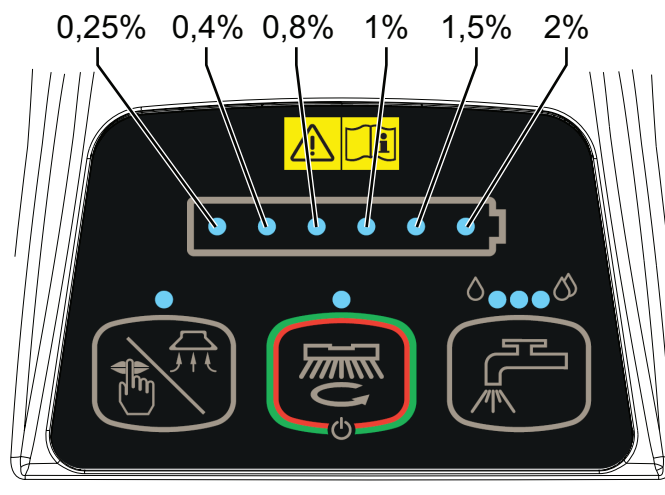

Abbildung 6
1. Taste (43) mindestens zwei Sekunden lang drücken um auf die Regulierung zuzugreifen. Der eingestellte Prozentsatz nimmt Bezug auf die entsprechende eingeschaltete LED auf dem Symbol für die Batterieladung, wie Abbildung 6 zeigt.
2. Zur Einstellung oder Nullstellung (alle LEDs ausgeschaltet) wiederholt die Taste (43) drücken.